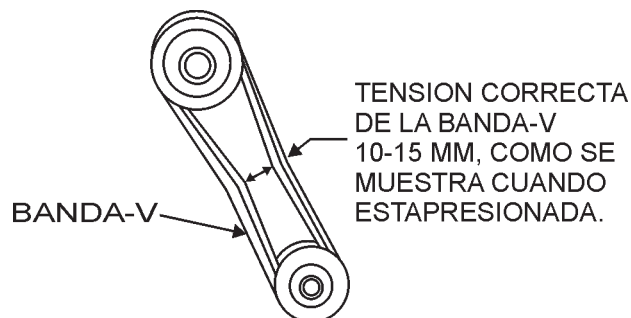

Figura 7. Tensión banda-V
2. La tensión de la banda-V es apropiada, si la banda-V se dobla de 10 a 15 mm (Figura 7) cuando la presiona con el dedo a la mitad, entre el embrague y los ejes de la polea de vibración.